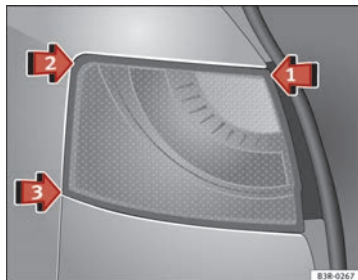

Fig. 226 Montar la unidad de luz trasera
- Coloque la unidad de luz trasera primero en ⇒ fig. 226 flecha ① en el alojamiento.